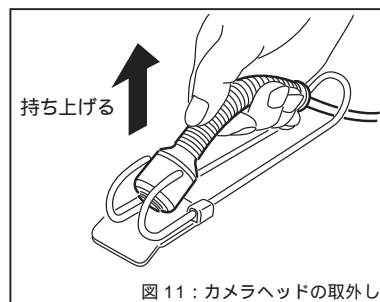

図 11 : カメラヘッドの取外し
### 4. カメラヘッドの取り出し(図11)
- カメラヘッドを図11のように持ち上げ、カメラヘッドホルダーから取り出してください。